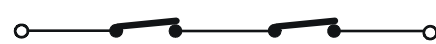

Abb. 25
**Anmerkung: haben zwei oder mehrere Sicherheitsvorrichtungen die gleiche Funktion (Öffnungsvorgang, Schließvorgang, Öffnungsvorgang und Schließvorgang, Leiste), so werden die Kontakte in Reihenschaltung untereinander angeschlossen (Abb. 25).**
Die Sicherheitsvorrichtungen beim Öffnungsvorgang verhindern, sprechen sie bei geschlossenem Tor an, die Öffnungsbewegung. Um mehrere Sicherheitsvorrichtungen zu installieren, werden die Arbeitskontakte in Reihenschaltung angeschlossen (Abb. 25).
**FSW CL - Kontakt Sicherheitsvorrichtungen beim Schließvorgang (Klemme 4):** Die Funktion der Sicherheitsvorrichtungen beim Schließvorgang liegt im Schutz des Bereichs, der von der Bewegung des Tors in der Schließphase betroffen ist. In den Logiken A-AP-S-E-EP kehren die Sicherheitsvorrichtungen während der Schließphase die Bewegung des Tors um oder stoppen und steuern die Bewegungsumkehr bei Freiwerden (siehe detaillierte Programmierung Abschnitt 5.5.2.) In den Logiken B, C und B/C wird während des Schließzyklus die Bewegung unterbrochen. Diese Sicherheitsvorrichtungen werden nicht während des Öffnungszyklus aktiv. Die Sicherheitsvorrichtungen beim Schließvorgang verhindern, sprechen sie bei offenem Tor an, die Schließbewegung. Um mehrere Sicherheitsvorrichtungen zu installieren, werden die Arbeitskontakte in Reihenschaltung angeschlossen (Abb. 25).
**STOP - STOP-Kontakt (Klemme 5):** darunter wird jegliche Vorrichtung verstanden (Bsp.: Taste), die durch Öffnung des Kontaktes die Bewegung des Tors anhält. Für die Installation von mehreren STOP-Vorrichtungen, sind die Arbeitskontakte in Reihenschaltung anzuschließen (Abb. 25).
Wenn die Sicherheitsvorrichtung Leiste bei geschlossenem oder offenem Tor belegt ist, ist die Bewegung unmöglich. Um mehrere Sicherheitsvorrichtungen zu installieren, werden die Arbeitskontakte in Reihenschaltung angeschlossen (Abb. 25).